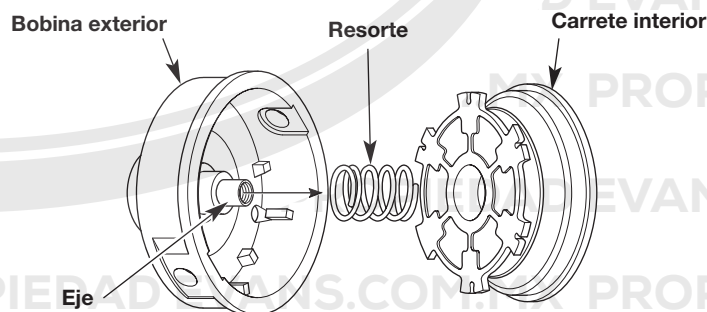

Fig. 16
3. Retire el carrete interior de la bobina exterior (Fig. 16).
4. Retire el resorte del carrete interior (Fig. 16).